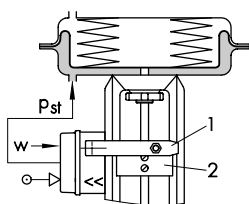

Bild 7 · Wirkrichtung  $\ll$ , Anbau links
#### 4.1.1 Festlegen und ~ndern der Wirkrichtung (Bild 7 bis 10 und Bild 11)
Soll nach einmal festgelegter Zuordnung von Stellungsregler und Stellantrieb die Wirkrichtung geändert werden, so ist zu beachten, daß außer der Umstellung des Düsenträgers auch eine Änderung der Anbauanlage des Stellungsreglers erfolgen muß. Die Lage von Hebel (1) zur Platte (20), oberhalb oder unterhalb anliegend nach Bild 7 bis 10, ist unbedingt zu berücksichtigen.